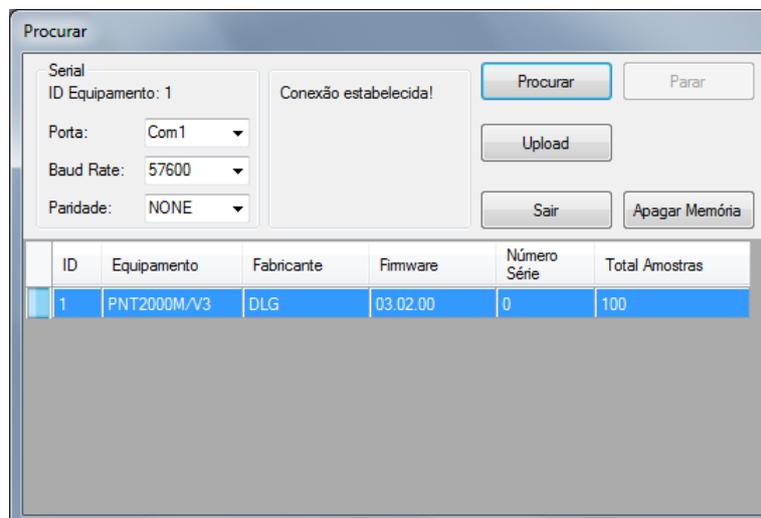

Figura 14 – Dispositivo encontrado
2. Após definir os parâmetros de porta serial o usuário deve clicar na opção “Procurar”. Caso estabeleça a comunicação com o PNT-2000/MOTOR as informações referentes ao equipamento serão mostrados conforme a Figura 14 abaixo: